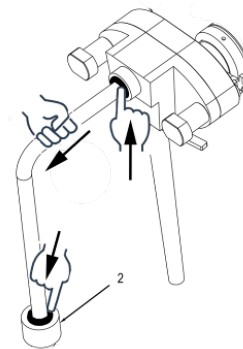

Fig. 2
- Depressurizzare il cilindro azionando gradualmente la manopola del rubinetto di erogazione fino al completo rilascio della pressione (Fig. 2).